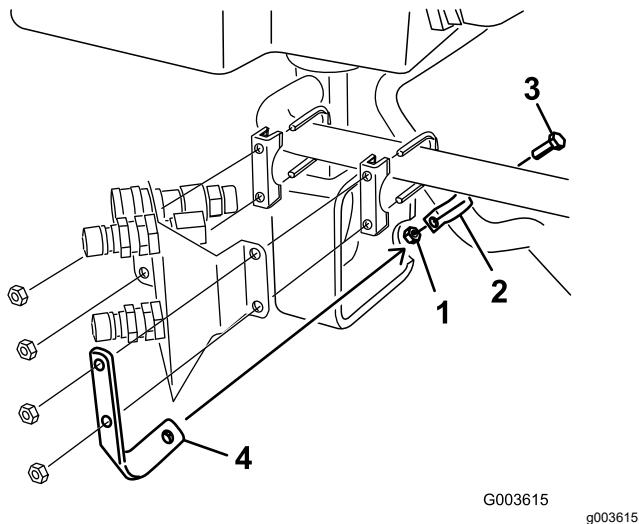

Bild 27
6. Befestigen Sie eine R-Klemme am großen Hydraulikschlauch, siehe Bild 27 und Bild 30.
7. Befestigen Sie die R-Klemme mit einer Schraube ( $5/16$ " x  $\frac{7}{8}$ ") und einer Mutter ( $5/16$ ") an der Befestigungshalterung, siehe Bild 27.